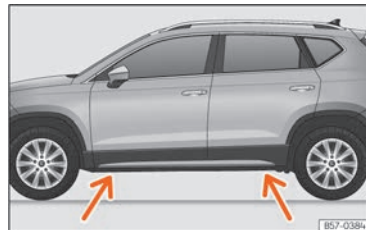

Abb. 38 Aufnahmepunkte für den Wagenheber.
- Suchen Sie am Längsträger die Markierung des Aufnahmepunktes für den Wagenheber (Eindrückung), die dem zu wechselnden Rad am nächsten liegt »» **Abb. 38.**